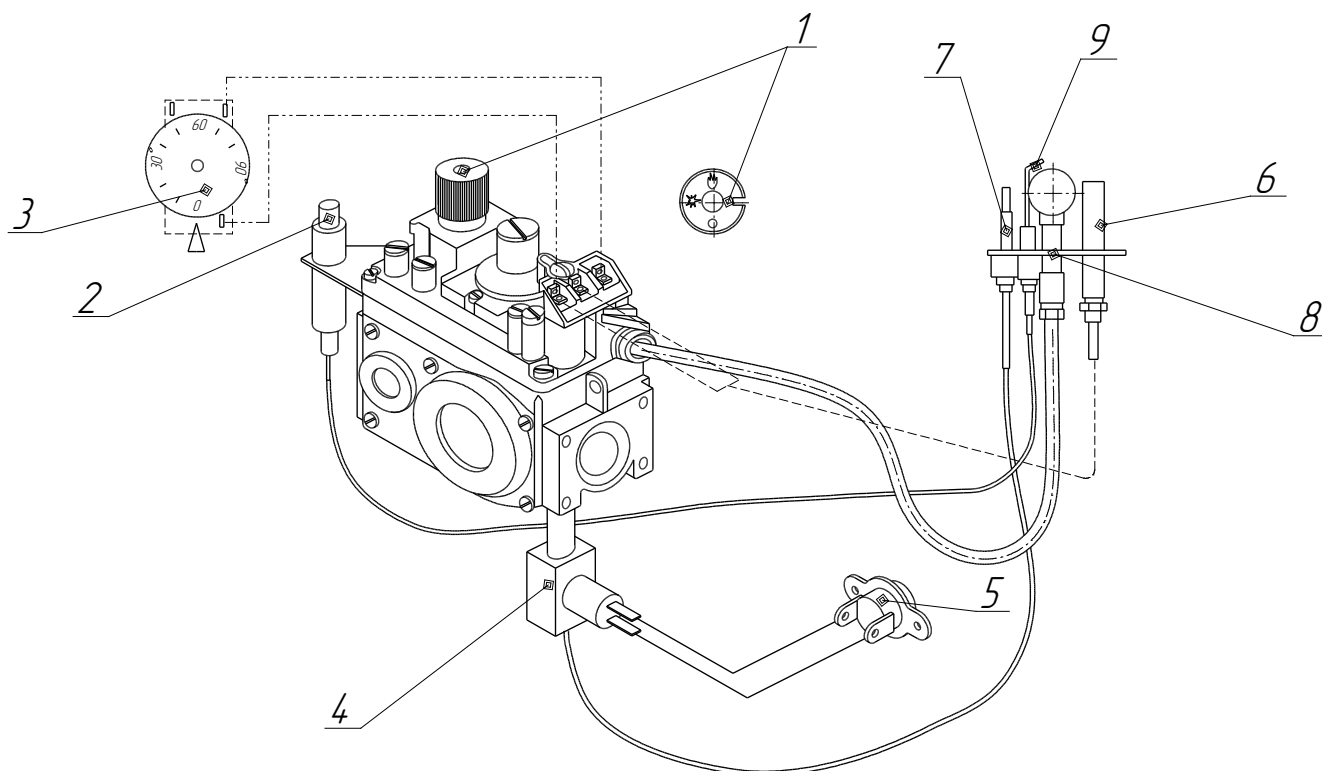

Рисунок 3- Блок безпеки та управління
- натиснути круглу рукоятку управління 1 (Рисунок 3) і повернути в положення ;